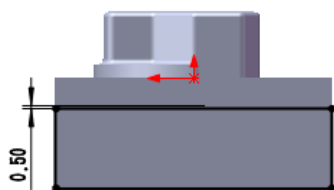

图 16.2.23 横断面草图
② 定义横断面草图。在草图环境中绘制图 16.2.23 所示的横断面草图。
(3) 定义切除深度属性。在“切除—拉伸”对话框 **方向1** 区域的  下拉列表中选择 **给定深度** 选项, 在  中输入深度值 5.0, 其他选择默认设置值。
(4) 单击对话框中的  按钮, 完成切除—拉伸 3 的创建。